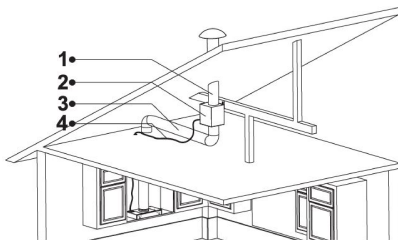

Fig. 20
11. ▶ Tilslut nu aftrækskanalerne på motorkabinettet (Fig. 20).